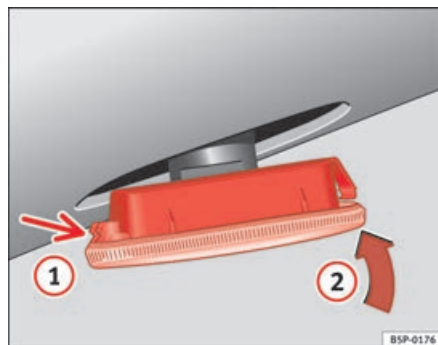

Fig. 198 Indicatori di direzioni laterali
- Prima collocare l'intermittente nel foro della carrozzeria, incastrando le linguette ⇒ fig. 198, freccia ①.
- Inserire la lampada come indicato dalla freccia ② ⇒ fig. 198. ■